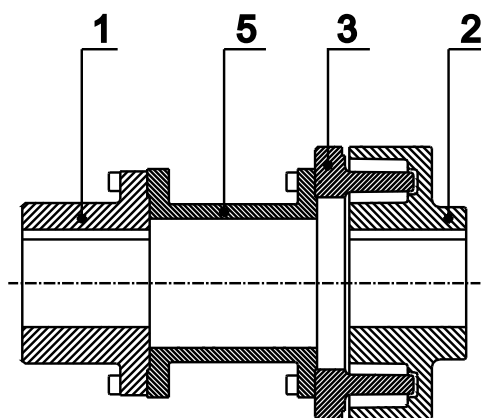

Figure 11: TEX-O-flex DS
Enlever les boulons qui solidarisent les pièces (5), (3) et (1) – voir Figure 11: TEX-O-flex DS. En poussant davantage la couronne porte-tenons (3) dans le plateau femelle (2), la pièce d'espacement (5) se dégagera et pourra être enlevée, après quoi la couronne porte-tenons (3) peut être enlevée à son tour.